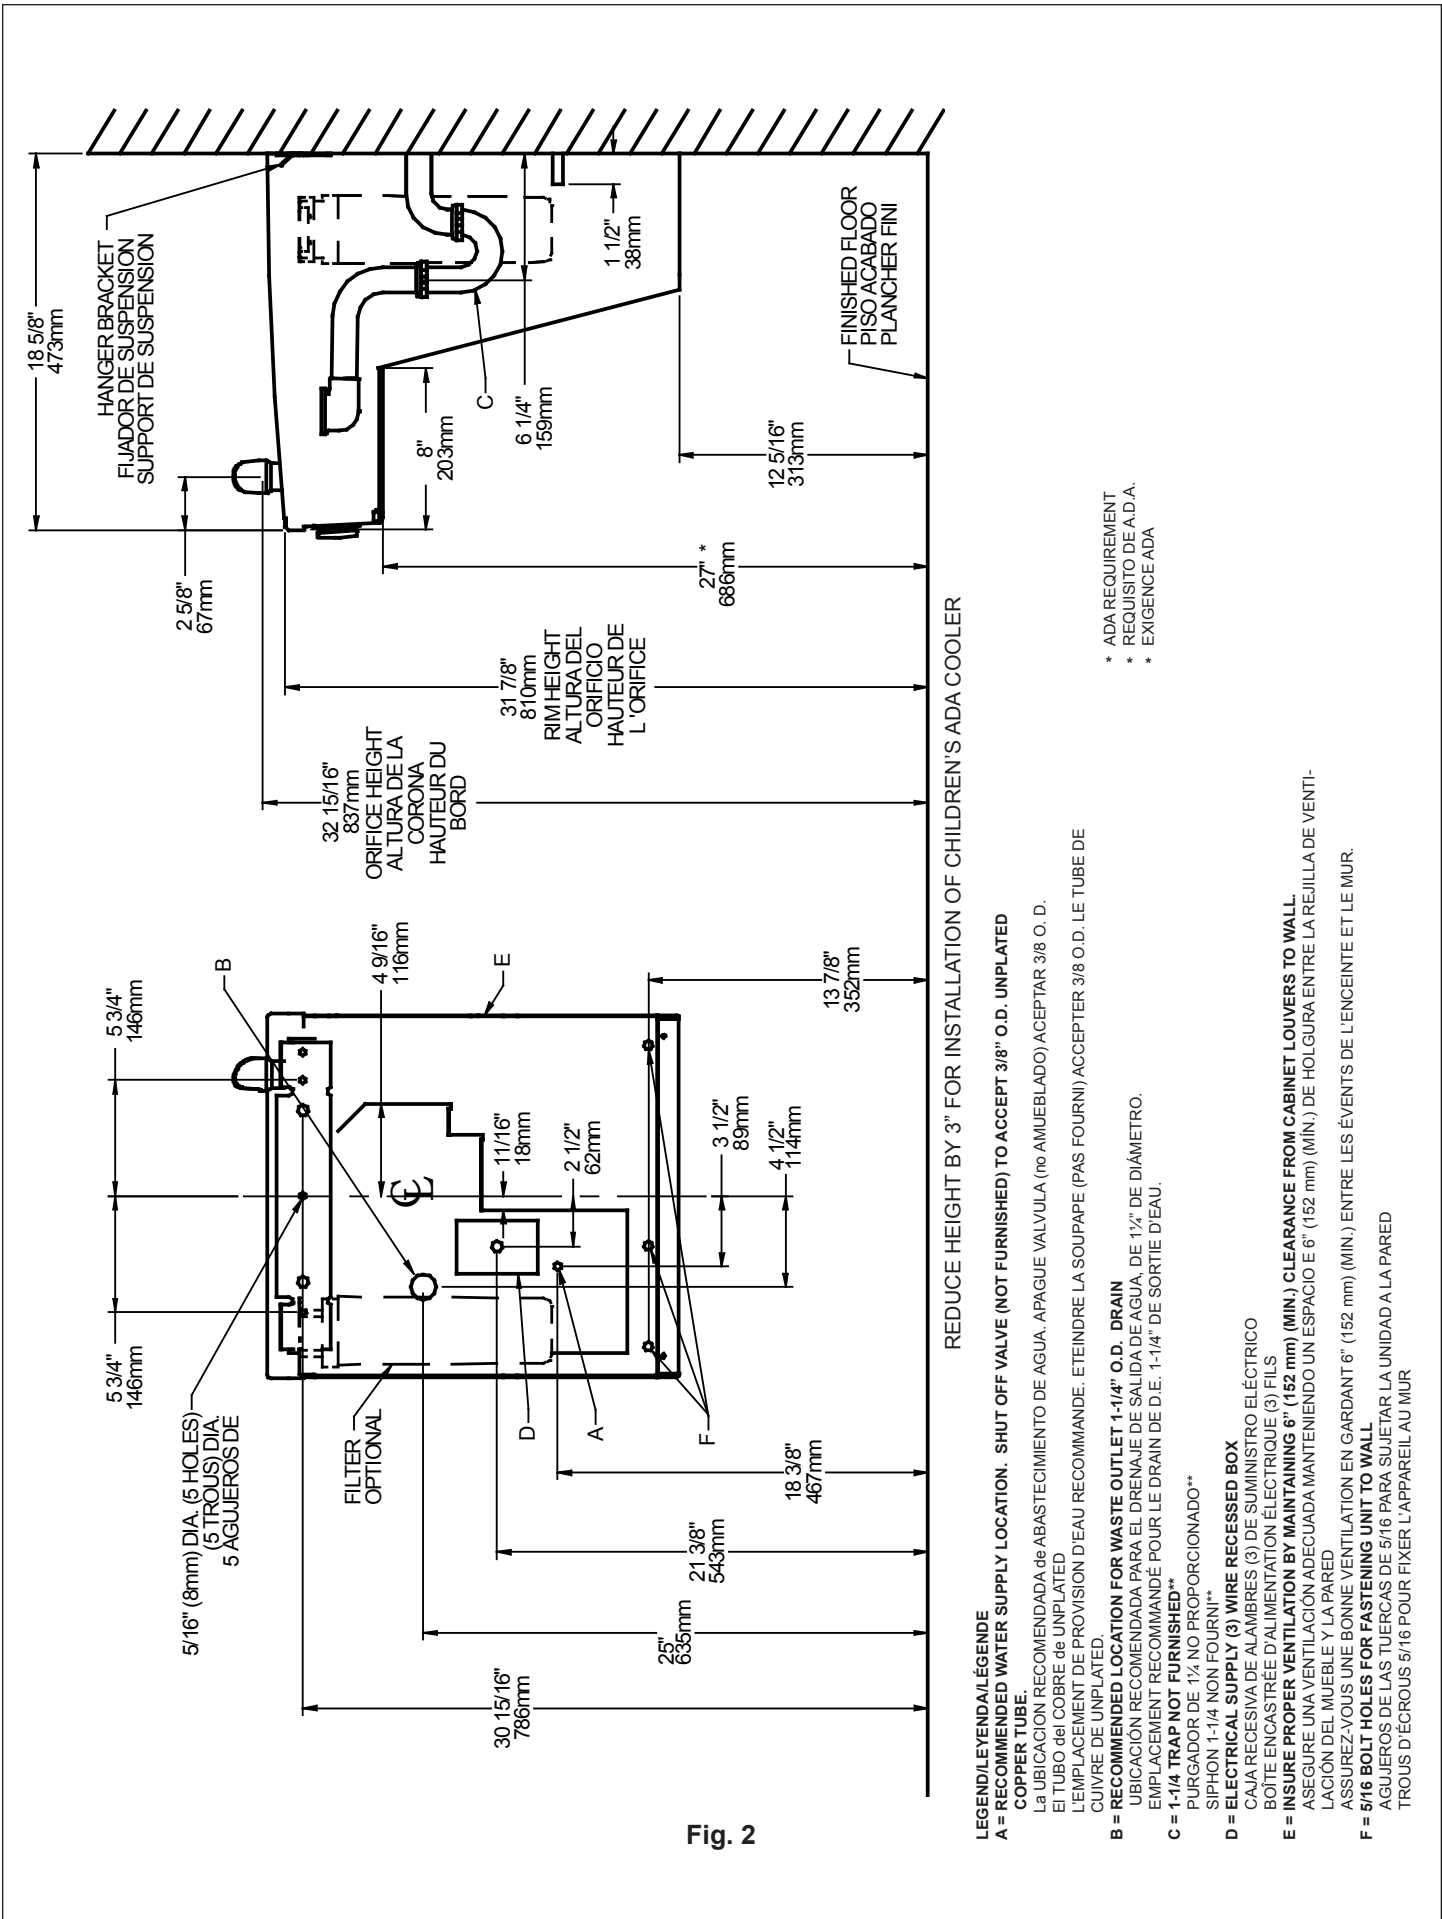

Fig. 2
- 1) Remove hanger bracket fastened to back of cooler by removing one (1) screw.
- 2) Mount the hanger bracket and trap as shown in Figure 2.
- Anchor hanger securely to wall using all five (5) 1/4 in. dia. mounting holes.
- 4) Hang the cooler on the hanger bracket. Be certain the hanger bracket is engaged properly in the slots on the cooler back as shown in Figure 2.
- 5) Loosen the two (2) screws holding the lower front panel at the bottom of cooler base and two (2) screws at the top (**Use torx bits sold separately**). Remove the front panel and set aside.
- 7) Remove the slip nut and gasket from the trap and install them on the cooler waste line making sure that the end of the waste line fits into the trap. Assemble the slip nut and gasket to the trap and tighten securely. Recommend fastening cooler to wall using 5/16 bolt holes, (see fig.2, "F").
- 1) Quite el fijador de suspensión sujetos a la parte posterior del enfriador quitando un (1) tornillo.
- 2) Monte el fijador de suspensión y quite el purgador como se muestra en la Fig.2.
- Ancle el suspensor de forma segura a la pared usando todos los cinco (5) agujeros de montaje de 1/4" de diámetro.
- 5) Afloje los dos (2) tornillos que sostienen la parte inferior del panel en la parte inferior de la base del enfriador y los dos (2) tornillos en la parte superior (**Utilice los pedacitos torx vendidos por separado**). Quite el panel frontal y póngalo a un lado.
- 7) Saque la tuerca deslizante y empaquetadura del colector e insértelos en la manquera de residuos de la nevera, asegurándose que el extremo de la manquera encaje en el colector. Coloque la tuerca deslizante y la empaquetadura en el colector y apriete firmemente. Recomiende el refrigerador de la cerradura para emparedar usando 5/16" agujeros de perno, (véase fig. 2, " F").
- 1) Retirez le support de suspension à l'arrière du refroidisseur en enlevant une (1) vis.
- 2) Installez le support et le siphon tel qu'indiqué à la fig. 2.
- Ancrez solidement le support au mur à l'aide des five (5) trous de fixation d'un diam. 1/4 po.
- 4) Installez le refroidisseur sur le support en vous assurant que ceux-ci sont bien installés dans les fentes à l'arrière du refroidisseur tel qu'indiqué à la figure 2.
- 5) Dégagez les deux (2) vis retenant le panneau inférieur avant au bas de la base du refroidisseur ainsi que deux (2) vis sur le dessus (**Employez le peu Torx vendu séparément**). Retirez le panneau avant et mettez-le de côté.
- 7) Retirez l'écrou coulissant et le joint du siphon et les installer sur la conduite de vidange de la fontaine en s'assurant que l'extrémité de la conduite de vidange s'ajuste dans le siphon. Assemblez l'écrou coulissant et le joint sur le siphon et serrer fermement. Recommandez le refroidisseur d'attache pour murer utilisant 5/16" ; trous de boulon, (voir la fig. 2, " ; F" ;).